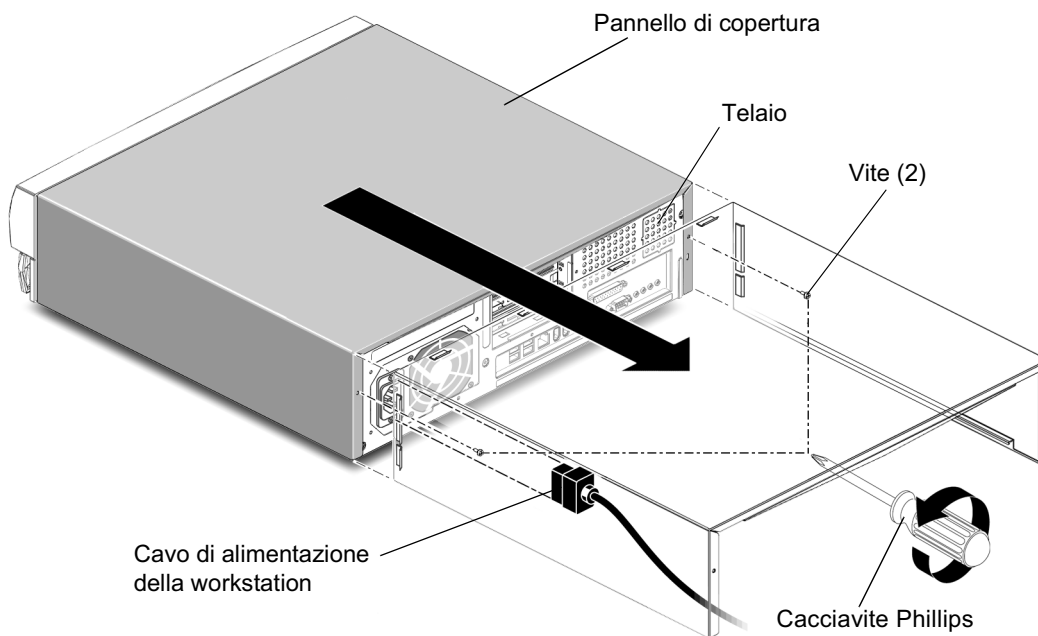

FIGURA 4-3 Rimozione del pannello di copertura della workstation
1. Scollegare il cavo di alimentazione della workstation per togliere completamente l'alimentazione al sistema (FIGURA 4-3).
2. Dal pannello posteriore della workstation, rimuoverete due viti che fissano il pannello di copertura (FIGURA 4-3) con un cacciavite Phillips n° 2.